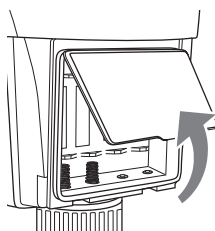

Abb. 2
- ♦ Heben Sie die Lasche an und nehmen den Batteriefachdeckel **10** ab (siehe Abb. 2).